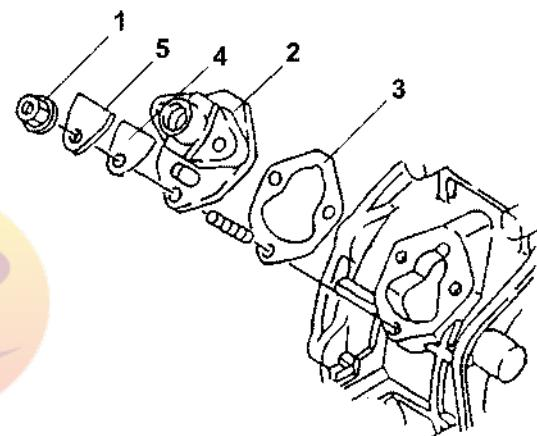

Рис. 45
1. Выкрутите специальную гайку насоса (Рис. 45, (1)) и выньте топливный насос высокого давления (Рис. 45, (2)).
2. Измените толщину T с помощью регулировочной прокладки (Рис. 45, (3)) на основании измерений впрыска θ .
3. Закрепите насос высокого давления, прокладку (Рис. 45, (4)) и крышку (Рис. 45, (5)) специальной гайкой насоса.